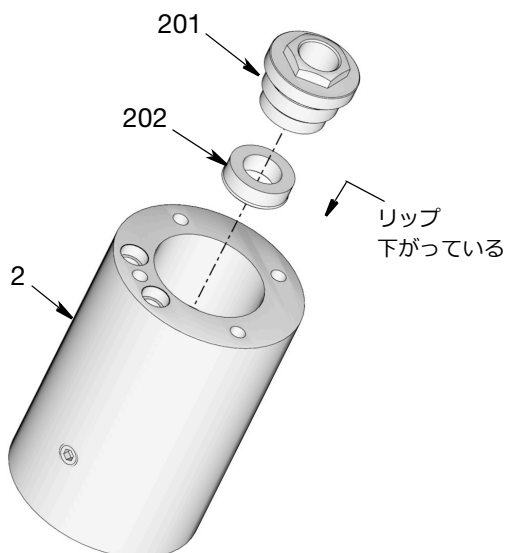

図 36
- パッキンUカップ (202) にグリースのレイヤーを薄くつけます。
- 平坦で、丸みを帯びたツールを使ってUカップ (202) を、リップを下にした状態で、ポンプアダプタ (2) (図 36) に取り付けます。
- 六角ナット (201) をポンプアダプタ (2) の内側に取り付けます。レンチを使用してボルトをしっかりと締め付けます (図 36)。18~22 ft-lb (24~30 N•m) のトルクで締めます